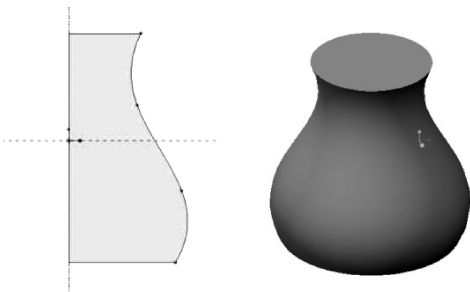

图 4-75 闭合截面旋转实体
- ① 创建实体时，二维草绘截面必须闭合，如图 4-75 所示；